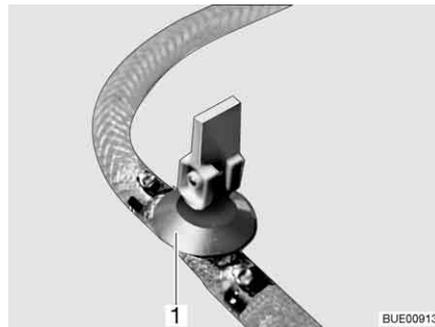
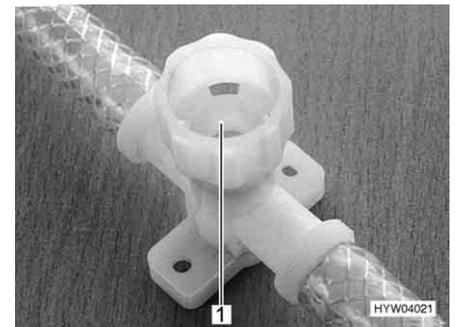

Fig. 237 Llave de desagüe (con balancín)
Fig. 238 Llave de desagüe (con tapa giratoria)
- Abrir todas las llaves de desagüe. Para esto, poner el balancín de la llave de desagüe (Fig. 237,1) en posición vertical o girar la tapa de la llave de desagüe (Fig. 238,1) en sentido contrario a las agujas del reloj.